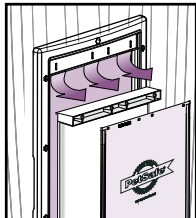
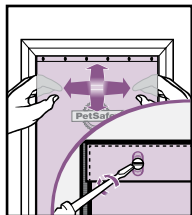

FIG. 15
FIG. 16
3. Om den isolerade luckan ska bytas ut ska luckbygeln tas bort med den påhängda isolerade luckan (**Fig. 15**). Skruva loss skruvarna, den isolerade luckan och fästplattan från luckbygeln. Sätt i den nya isolerade luckan mellan luckbygeln baksida och fästplattan. Skruva i och dra åt skruvarna (**Fig. 16**).